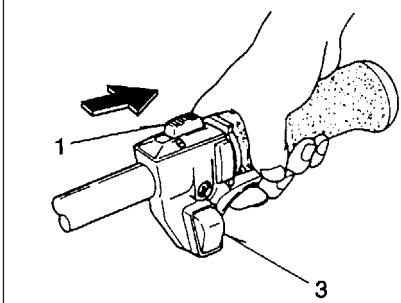

Fig. 2-2
#### Start (Fig. 2-2, 2B)
1. Sett tenningsbryteren (1) i posisjon ON (PÅ). (Fig. 2-2)